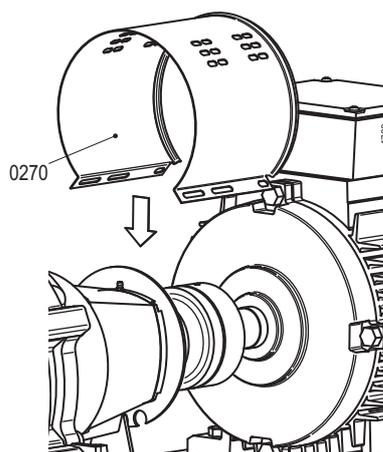

Figure 10: Installation de l'enveloppe côté moteur.
- 2 Déposez les deux enveloppes (0270). Voir la figure 10.